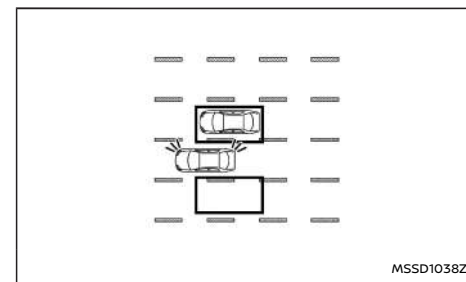

**Figura 10 Entrando lateralmente**
**Figura 10:** Se il conducente attiva l'indicatore di direzione mentre un altro veicolo si trova nell'area di rilevamento, la spia BSW a LED e l'indicatore BSW nello strumento lampeggiano e vengono emessi due segnali acustici.